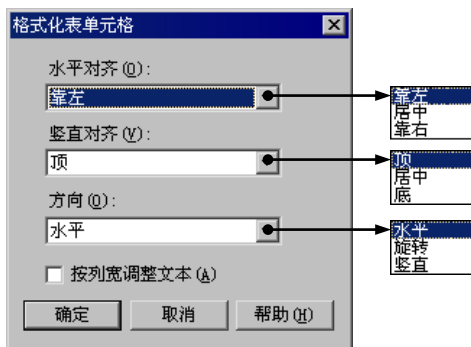

图 9.2.7 “格式化表单元格”对话框
- ☑ **格式化单元格(U)...** 按钮: 单击此按钮, 系统弹出图 9.2.7 所示的“格式化表单元格”对话框。用户可以根据需要指定当前所选的标题单元格的文本对齐方式和文本方位。